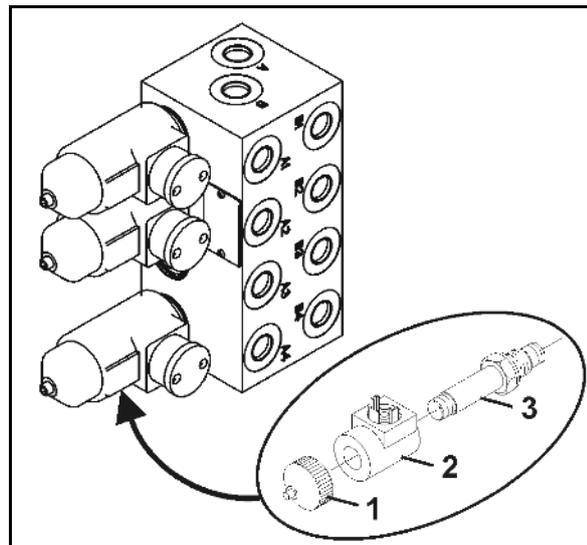

Fig. 82
2. Magnetkappe (Fig. 82/1) abschrauben.
3. Magnetspule (Fig. 82/2) abnehmen.
4. Ventilstange (Fig. 82/3) mit Ventilsitzen herausdrehen und mit Druckluft oder Hydrauliköl säubern.